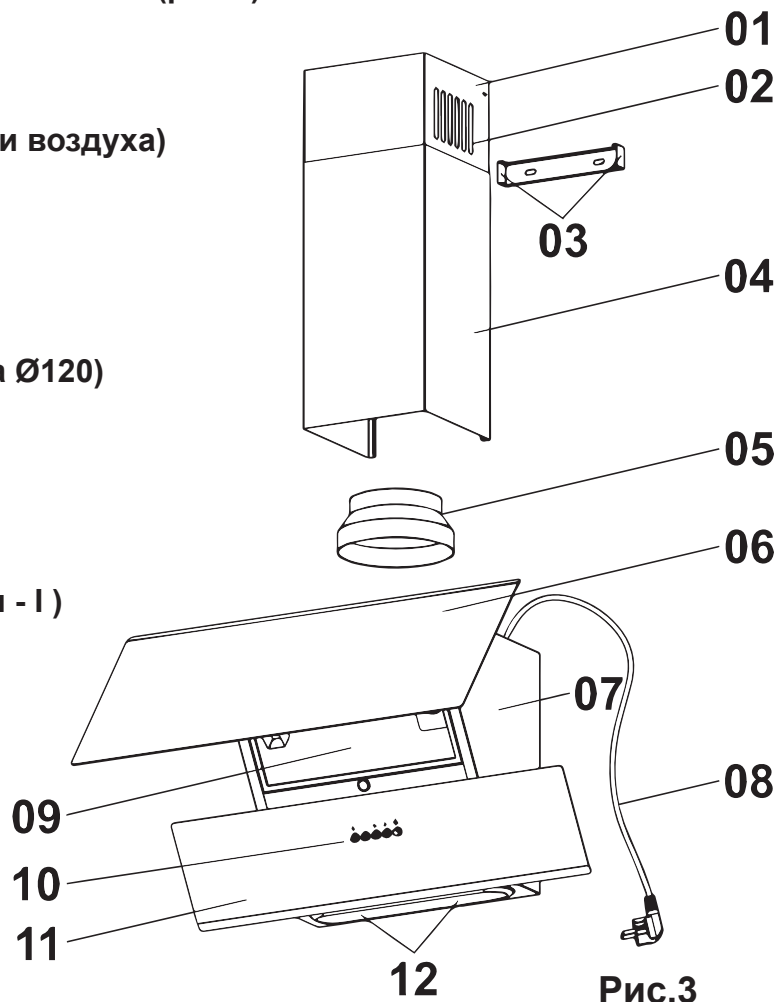

Рис.3
5.3 Вытяжка состоит из следующих составных частей (рис.3):